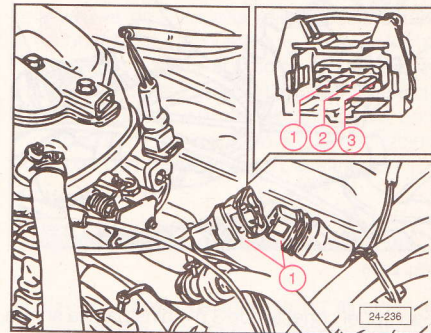

Fig. 2.116
Separar el conector de 3 ó 4 pins de la sonda lambda (G39) (1) (Fig. 2.116).